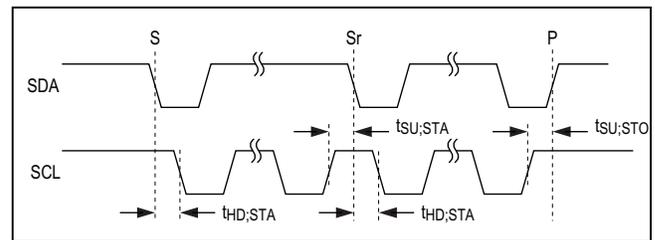

図 6. START 条件と STOP 条件
シリアルインタフェースが非アクティブのとき、SDAとSCLはアイドルハイです。マスターデバイスがSTART条件を発行することによって通信を開始します。START (S)条件は、SCLがハイの間にSDAをハイからローに遷移させます。STOP (P)条件は、SCLがハイの間にSDAをローからハイに遷移させます(図6)。